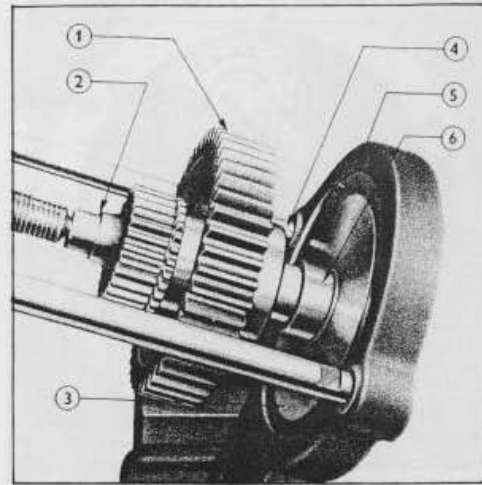

Fig. 14 = Repose du Manchon de Joint d'étanchéité d'Arbre de Sortie secondaire
v) Séparer l'ensemble/arbre de l'outil; positionner le manchon de joint d'étanchéité sur l'arbre (l'extrémité chanfreinée du manchon tournée en sens opposé par rapport au roulement) puis replacer ce nouvel assemblage sur l'outil principal T.7000 (Fig. 14). Enfoncer à force le manchon de joint d'étanchéité pour qu'il vienne buter contre le roulement.